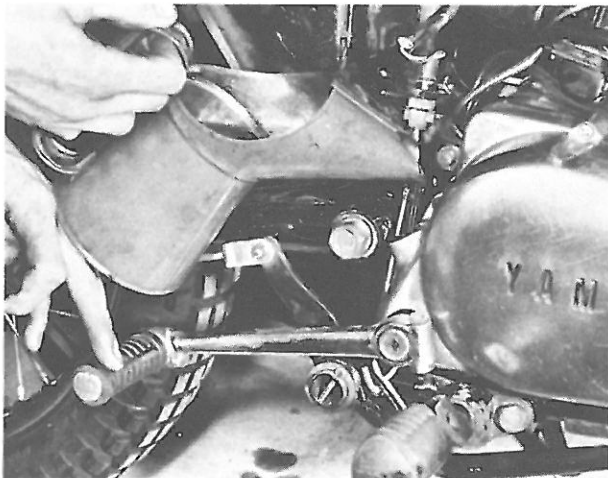

Bild 136
- Einfüllschraube am rückwärtigen Ende des rechten Kurbelgehäusedeckels entfernen und SAE10W/30 Motoröl in folgenden Mengen einfüllen (Bild 136):